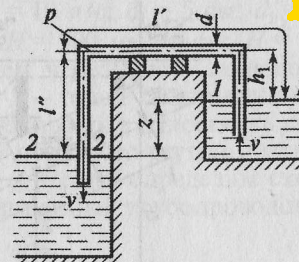

Рис. 5.2
**Задача 5.2.** Сифон длиной  $l = l' + l'' = 25$  м и диаметром  $d = 0,4$  м (рис. 5.2) позволяет перетекать воде из одного резервуара в другой.